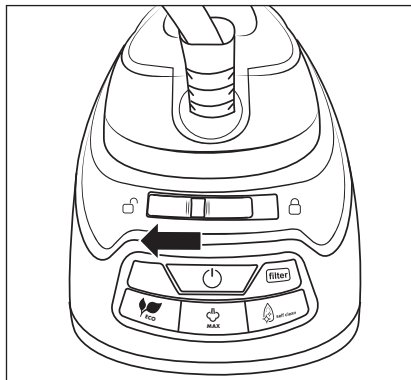

Fig. 4
① Remarque
- 2) Déverrouillez le fer à repasser à vapeur ❶ en faisant glisser le bouton de verrouillage ❶⁵ vers la gauche en direction ☐ (déverrouillé) (voir fig. 4).